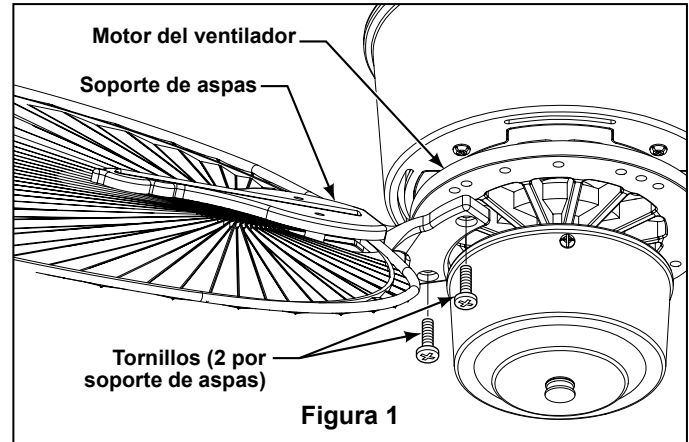

Figura 1
Instrucciones de PADKT: (El juego de almohadillas de espuma PADKT sólo viene incluido en las cajas de juegos de aspas PADxx). Las almohadillas de espuma deben fijarse en el interior del soporte de aspas antes de insertar las aspas de bambú, como se muestra (Figura 1)
3. Asegúrese de que los tornillos que aseguran los soportes de aspas al motor del ventilador estén bien ajustados y que los soportes de aspas estén correctamente colocados en el motor del ventilador (Figura 1).